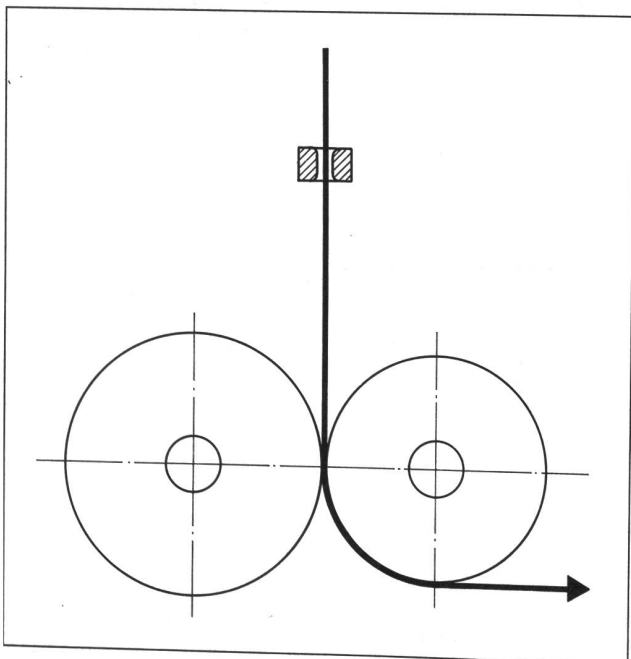

Abb. 4: Prinzip dynamischer Spanner
3.4 Der dynamische Spanner (Abb. 4)